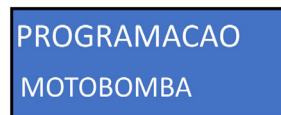

Figura 40
31. Para realizar a programação é necessário navegar pelo menu principal utilizando as teclas “para cima” ou “para baixo” até encontrar a função “PROGRAMACAO MOTOBOMBA” (Figura 40), em seguida pressione a tecla “OK” para ser direcionado ao menu de programação.